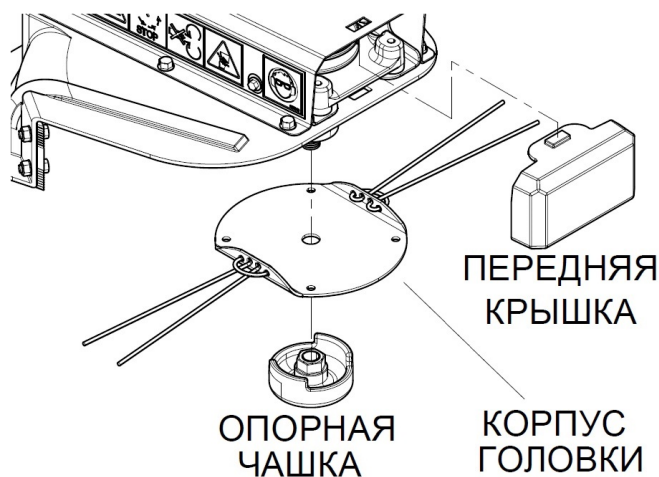

Рис. 13
2. Снимите переднюю крышку (Рис. 13).
5. Для снятия опорной чашки, открутите ее против часовой стрелки (смотреть снизу). При необходимости, используйте ременной съёмник масляного фильтра. Вращение корпуса косильной головки в противоположную сторону также может помочь в ослаблении затяжки опорной чашки (Рис. 13).